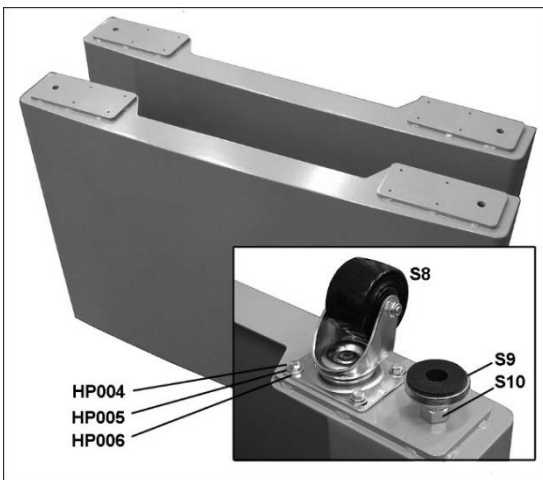

Figura 7-9
1. Enrosque una tuerca (S10) en cada pata de nivelación (S9, Figura 7-9).